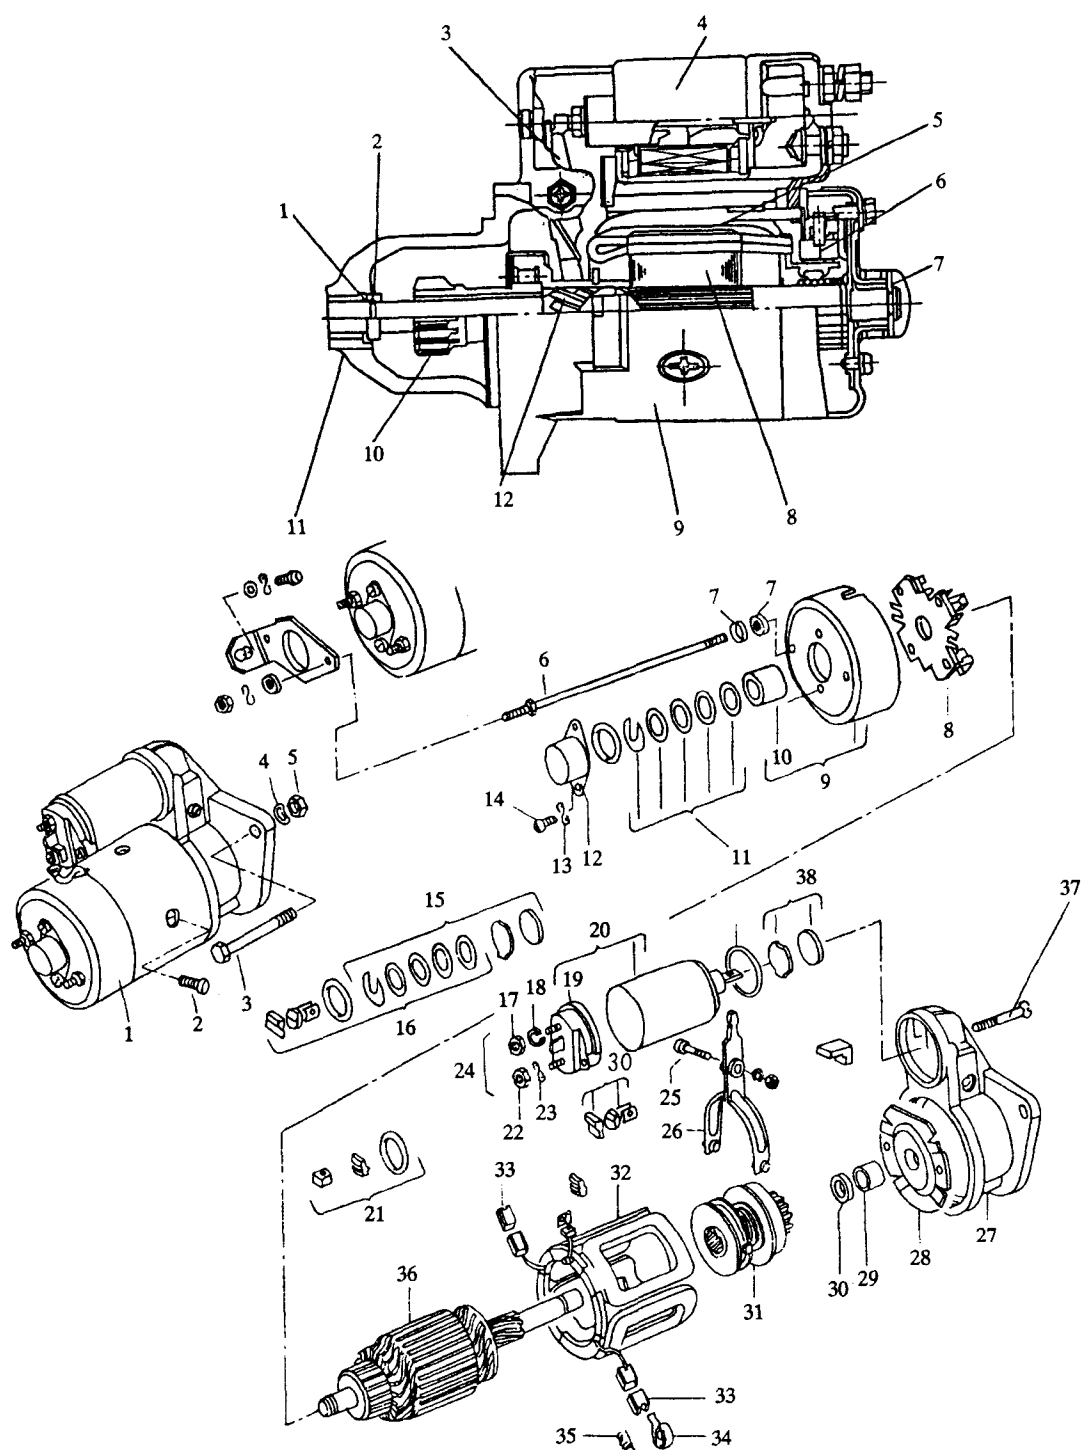

图 1-5 起动机的构造
②起动机的构造,如图 1-5 所示。起动机 1 为直流串激起动机,装有电磁开关总成 20,小齿轮 31 上装有单向离合器,当电磁开关总成 20 接通后,拨叉 26 绕拨叉销 25 转动,拨动小齿轮 31 移动,同时电枢 36 又带致力小齿轮 31 转动,当小齿轮 31 与尺轮啮合启动发动机后,单向离合器便会打滑,不使发动机带动起动机旋转,以免损坏起动机。